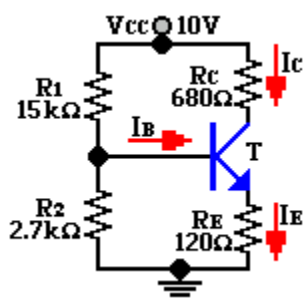

Figura 5.2
El primero está diseñado de manera que el transistor pase fácilmente del estado de corte al de saturación al variar el voltaje aplicado a la base (transistor como interruptor), debido a la ausencia de una resistencia en el emisor. El segundo, permite al transistor, mediante un arreglo de divisor de voltaje en la base (R_1 y R_2 figura 5.2), funcionar en el centro de la región activa. Finalmente, el tercer circuito permite polarizar al TBJ en las tres regiones, gracias a un divisor de tensión variable.
- Arme el circuito de la figura 5.2.
- Dibuje la línea de carga de CD y ubique el punto de operación Q para el circuito de la figura 5.2 (**utilice los datos de la tabla 5.2**).